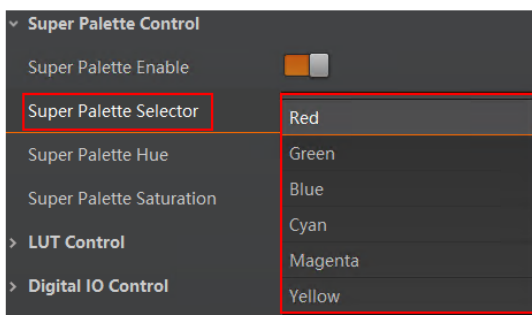

图11-11 颜色区域选择
2. 根据实际需求在 *Super Palette Control* 中选择需要调节的颜色区域，如 图11-11 所示。